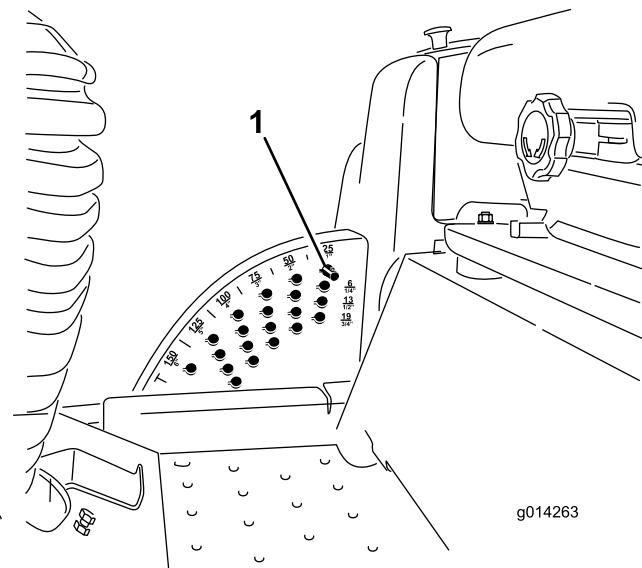

Figura 2
- 3. Observe la posición del pasador en el soporte de altura de corte para el ensamblaje posterior (Figura 2). Retire el pasador del soporte de altura de corte.